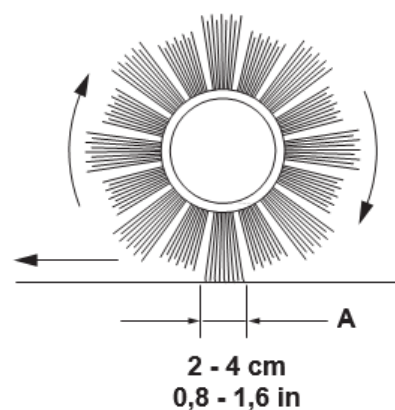

Figure 18
5. Vérifier la largeur de l'empreinte de la brosse sur le sol (A, figure 18), qui doit être comprise entre 2 et 4 cm.
6. Si la largeur de l'empreinte de la brosse (A, figure 18) n'est pas conforme aux spécifications, régler la hauteur de la brosse principale comme suit.
Si l'empreinte (A, figure 18) ne peut pas être ajustée correctement en raison de la différence de longueur de poils, ce qui entraîne une différence de pression sur le sol, se reporter au manuel d'entretien.